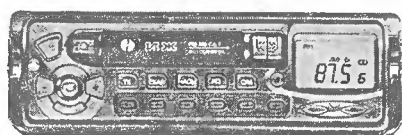
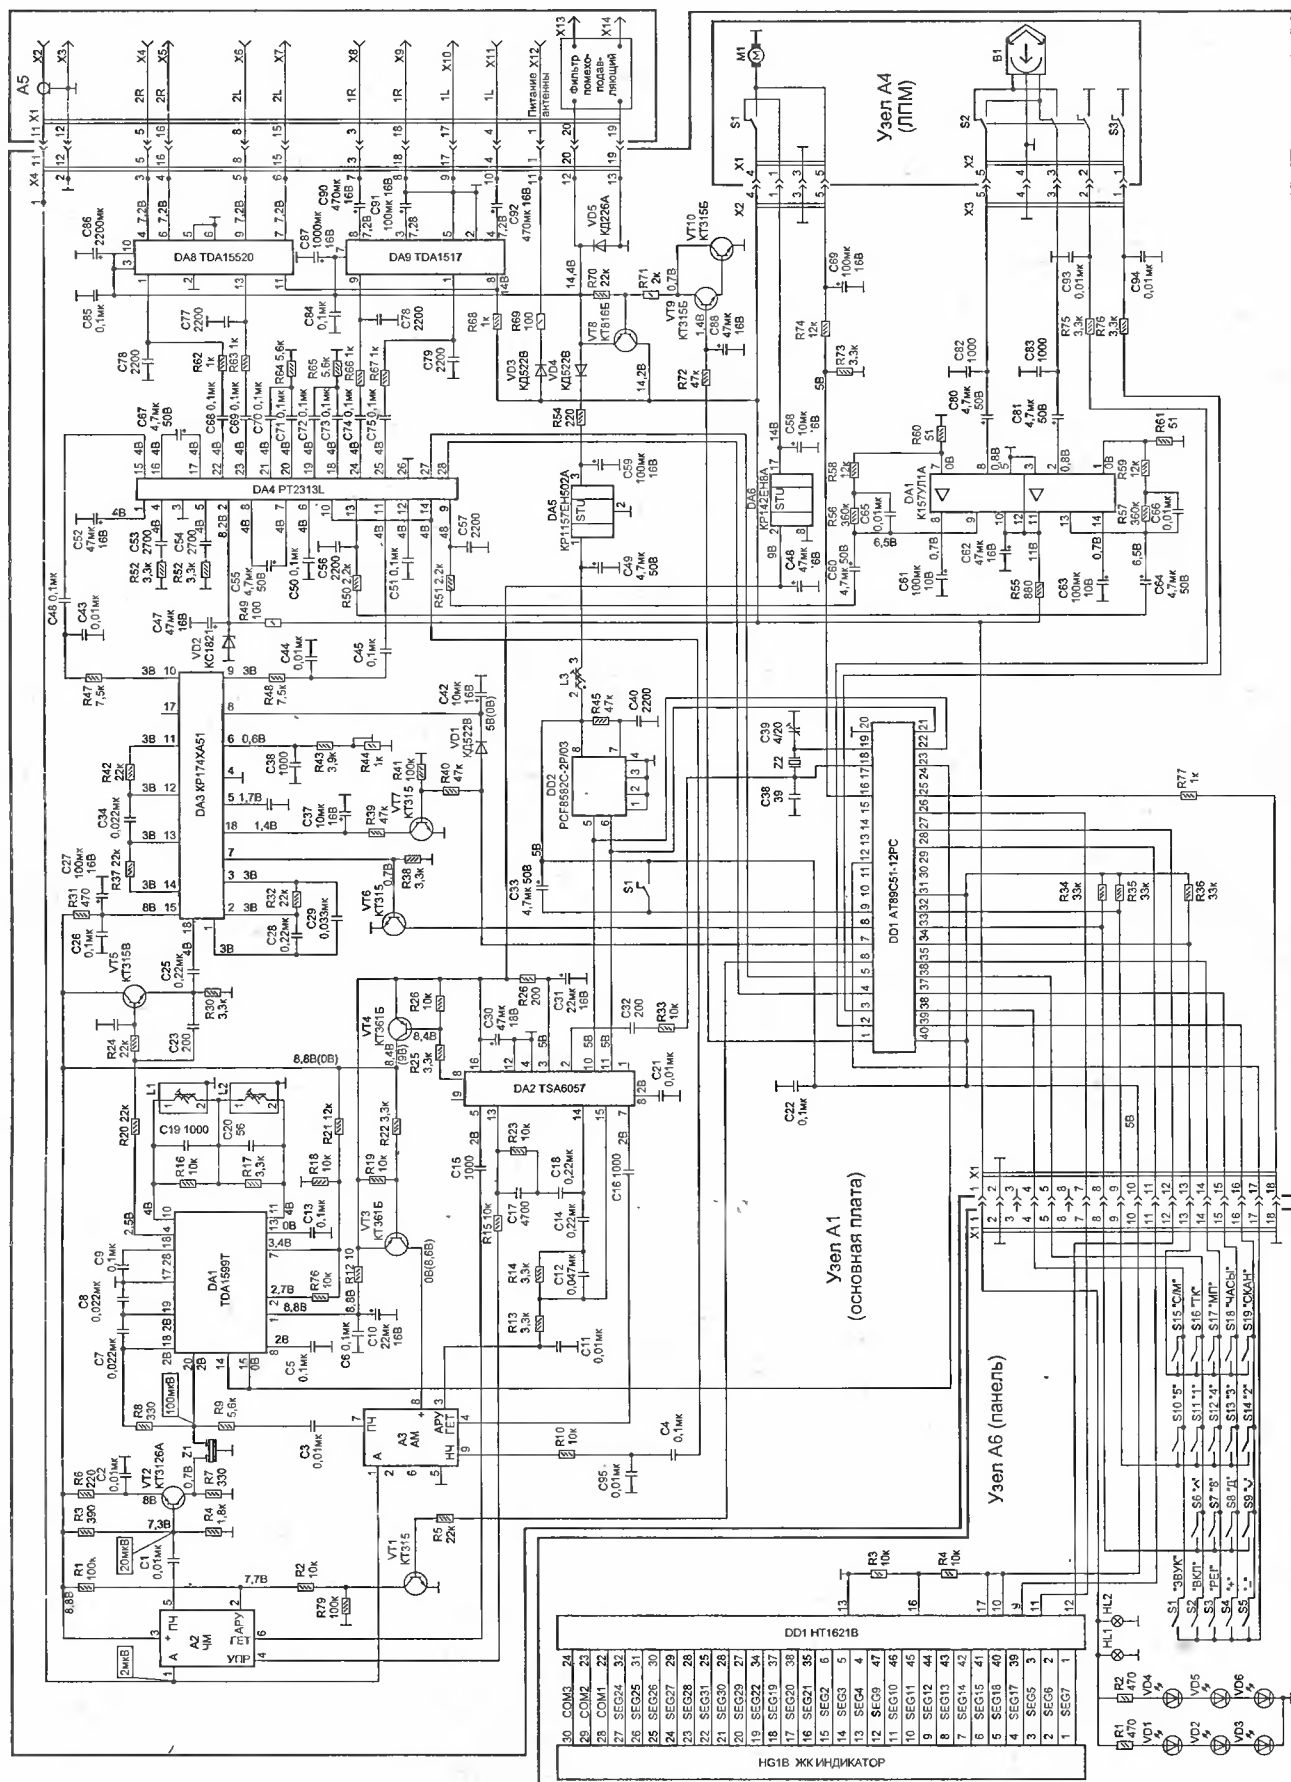

Рис. 1.1.1
Рис. 1.1.2
Внешний вид передней панели магнитолы показан на рис. 1.1.1, а принципиальная схема — на рис. 1.1.2.
Конструктивно магнитола состоит из следующих узлов (см. рис. 1.1.2):
- прием информации о нажатии кнопок передней панели (узел А6) и изменении состояния служебных переключателей S1—S3 (узел А4, см. рис. 1.1.2);